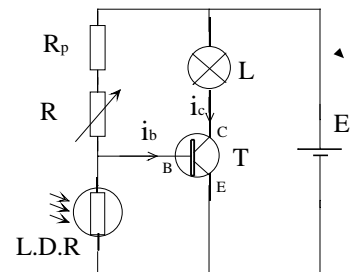

Figure 27 Le très connu allumeur de réverbères!
Le montage de la Figure 27 représente le schéma de principe de l'allumeur de réverbères.
(3) Réaliser ce montage avec : T transistor NPN 2N1711,  $R_p = 6,8 \text{ k}\Omega$ , R boîte à décades  $\times 1000$ , L lampe 6V 100 mA, et  $E = 6\text{V}$ .
(4) Régler la valeur de la résistance R pour que la lampe L s'éteigne alors que la photorésistance est éclairée (éclairage ambiant). Vérifier que la lampe s'allume lorsque la L.D.R. est placée dans l'obscurité (utiliser un cache de lumière ou la main).
(5) Expliquer le fonctionnement du montage. Quel est le rôle de la résistance  $R_p$  ? En négligeant le courant de base  $i_b$  par rapport au courant  $i$  qui traverse la résistance R, calculer la valeur théorique de la résistance  $R_{ph}$  de la L.D.R. à partir de laquelle la lampe L s'allume.
(6) En supposant que le "gain" en courant du transistor est  $\beta = 100$ , calculer l'ordre de grandeur de la valeur minimale du courant de base  $i_b$  à partir de laquelle le transistor T est saturé. Quel est l'ordre de grandeur de la tension  $V_{BE}$  lorsque le transistor est saturé ?
(7) Comment peut-on modifier le montage pour que la lampe L s'allume lorsque la L.D.R. est éclairée ?
(8) Réaliser un montage équivalent à celui de la Figure 27 mais on n'utilisera pas de transistor, on emploiera un amplificateur opérationnel et un pont de Wheastone.